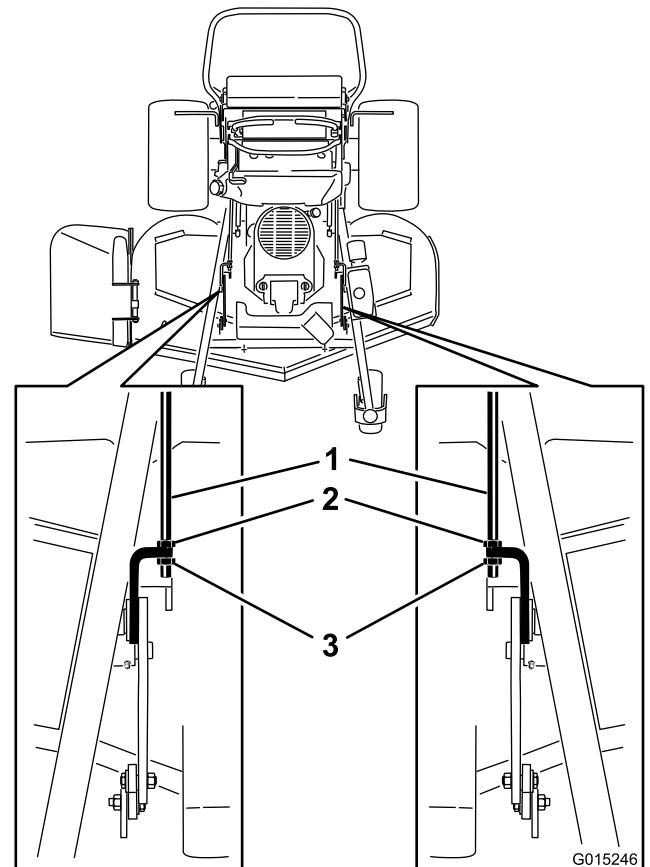

Figura 94
3. Para carcasas de corte de 122 y 132 cm (48 y 52 pulgadas), afloje las tuercas delanteras y traseras de las varillas de ajuste (Figura 94).
Nota: El peso de la carcasa de corte debe descansar sobre los tres listones de madera (Figura 94).
8. Si las dimensiones no son correctas, ajuste las tuercas delanteras y traseras en cada lado hasta obtener la inclinación longitudinal correcta (Figura 94).